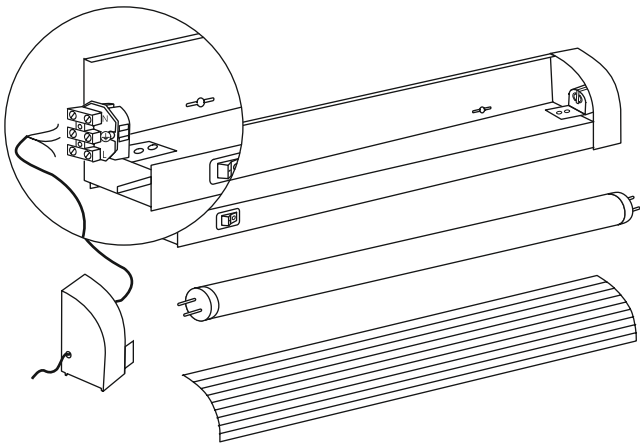

Рисунок 1
- введите провода питания через вводное отверстие, находящееся на одной из боковин корпуса светильника (рисунок 1);